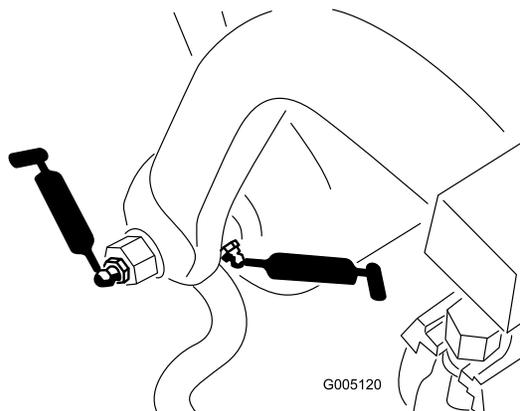

Figura 32
- Eixo e rolete do quadro porta-cilindro (12) (Figura 32)